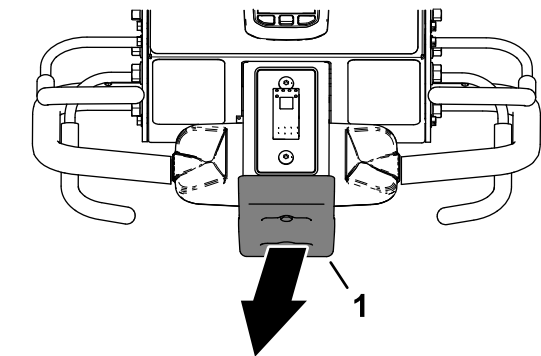

Bild 99
- Lassen Sie den Fahrtriebshebel los und lassen Sie ihn in die NEUTRAL-Stellung fallen, und lassen Sie den Schaltbügel los (Bild 99).